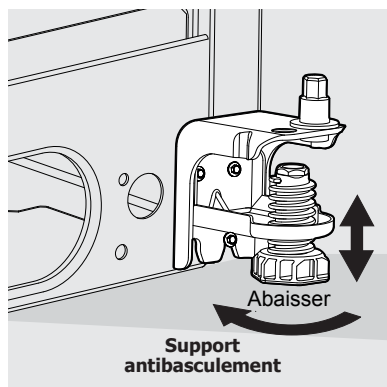

Figure 4 (quelques modèles)
- 4 Certains modèles sont équipés d'un support antibascullement (Figure 4). Abaissez-le dans le sens des aiguilles d'une montre.